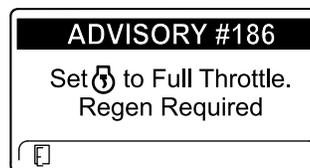

Figura 46
**Nota:** Se a temperatura de escape do motor for demasiado baixa, o InfoCenter mostra o AVISO N.º 186 (Figura 46) para o informar de que tem de definir o motor para ralenti alto (aceleração total).